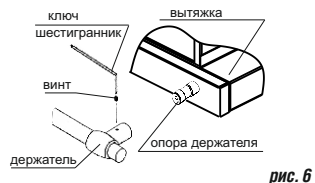

рис. 6
6.4 Для вытяжки Интегра 50/60П-400-В2Л рейлинг. После установки вытяжки, необходимо прикрепить рейлинг (рис. 6).